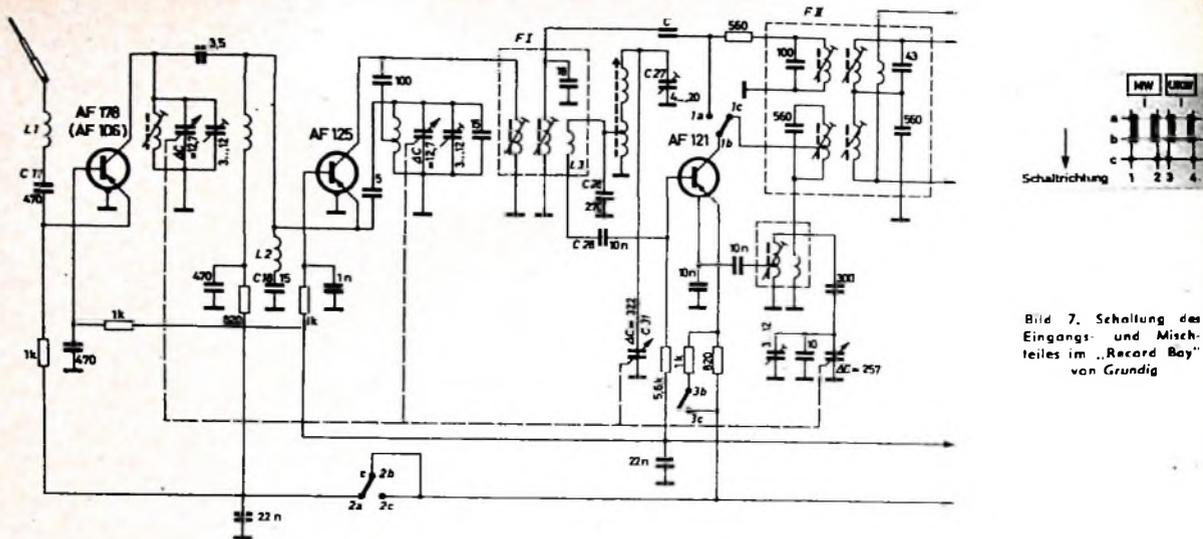

Bild 7. Schaltung des Eingangs- und Mischteiles im „Record Boy“ von Grundig
Moderne Schaltungs- und Aufbautechnik sind ein Kennzeichen des „Record Boy“. Er gehört durch Beschränkung auf zwei Wellenbereiche (UM) zur niedrigen Preisklasse, verfügt jedoch über die Empfangsleistung und Klangqualität der größeren Koffersuper. Die UKW-Vorstufe ist mit dem Transistor AF 178 bestückt (Bild 7). Die Teleskopantenne wird über eine Anpassungsspule L1 und über C11 an den Emitter der Vorstufe geführt. Da man auf Umschaltkontakte verzichten konnte, gelangt die Antennenenergie ohne Verluste und Stoßstellen zur Vorstufe. Ihr Collec-